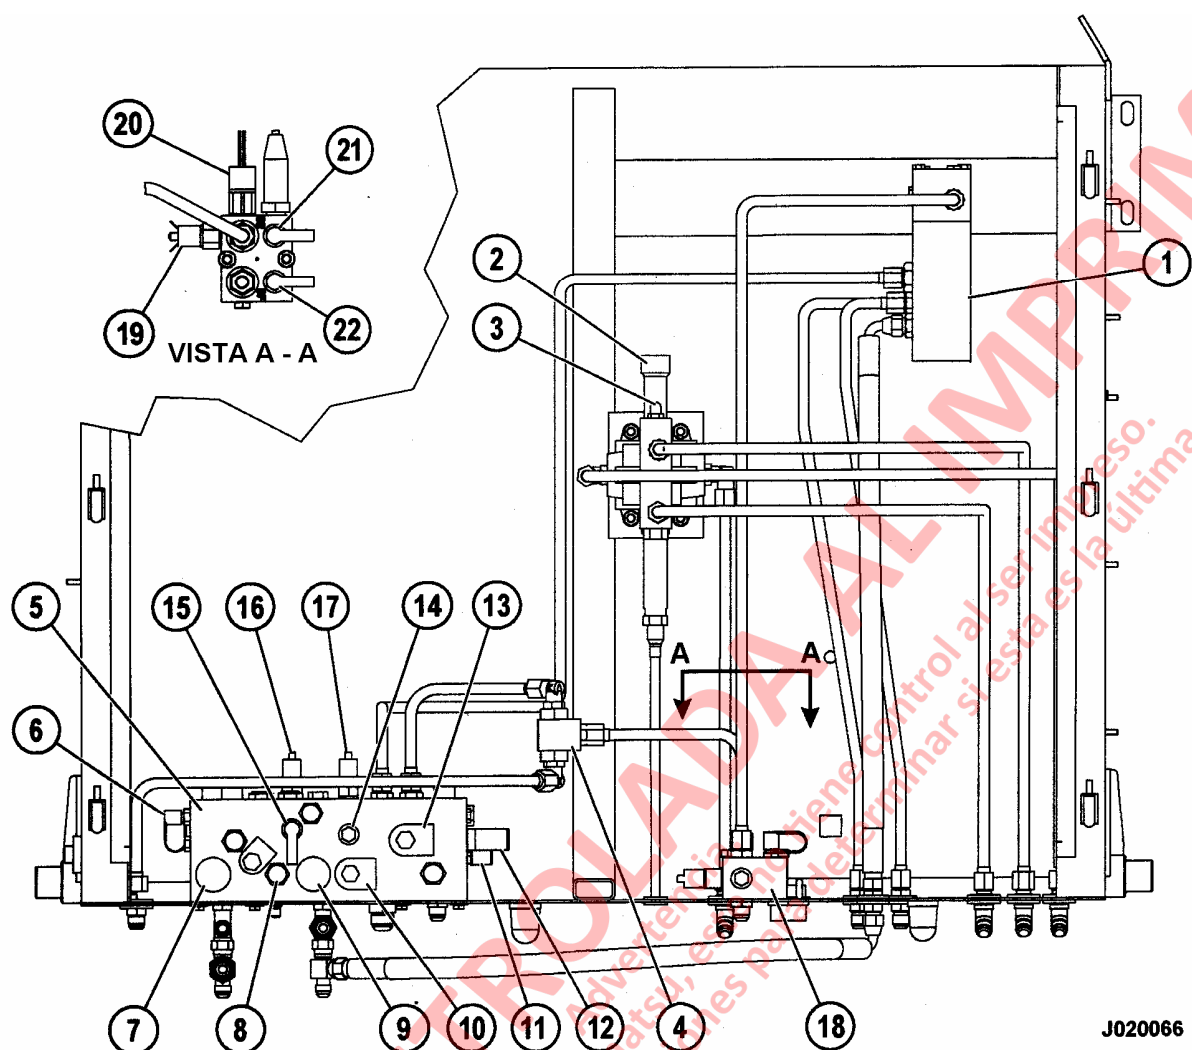

FIGURA 2-1. GABINETE DEL FRENO HIDRAULICO
El sistema de frenos consta de varios componentes de válvulas principales; la válvula de pedal del circuito dual operada con el pie, las válvulas de relé duales operadas hidráulicamente, el múltiple de freno y dos acumuladores. La válvula de pedal de circuito dual es el único componente que se encuentra en la cabina del operador. La válvula de relé dual para los frenos delanteros, múltiple de frenos y componentes eléctricos se encuentran en el gabinete de freno hidráulico detrás de la cabina ( Ver Figura 2-1).
El solenoide del freno de estacionamiento (10, Figura 2-1) está desenergizado. La presión de aceite de las líneas del freno de estacionamiento vuelve al estanque y los resortes del freno de estacionamiento aplicarán el freno. El interruptor de presión del freno de estacionamiento (17) se cerrará, completando el paso a tierra y encendiendo la luz de freno de estacionamiento en el panel superior.
El solenoide del freno de estacionamiento (10, Figura 2-1) está energizado. El flujo de aceite se dirige desde el solenoide del freno de estacionamiento a los pistones del freno de estacionamiento para ser liberado. El circuito del freno de estacionamiento está protegido contra una aplicación accidental por medio del monitoreo de un sensor de velocidad en el motor de la rueda, para determinar la velocidad del camión. El freno de estacionamiento no se aplicará hasta que el camión se haya virtualmente detenido. Esto elimina el daño al freno de estacionamiento y con esto se extienden los intervalos de ajuste del freno.
La función principal del bloqueo de frenos es proporcionar un medio al operador para sostener el vehículo mientras está cargando o descargando. **El bloqueo de frenos sólo se aplica en los frenos de servicio traseros.** También podría proporcionar un segundo medio para detener el camión en caso que falle la válvula de frenos. Activando el interruptor de bloqueo de frenos de las ruedas montado en el panel, la válvula de solenoide de bloqueo de frenos (13, Figura 2-1) y la válvula reductora de presión (12) aplicarán aceite a presión sin modulación a 13800 kPa (2000 psi) para accionar completamente los frenos traseros. Una válvula de lanzadera (4) ubicada en la línea del freno trasero proporciona la independencia de la válvula de pedal de freno para aplicar el freno.
El circuito de advertencia del freno está equipado con una luz de advertencia de baja presión de freno en el panel superior y una alarma sonora en la cabina para alertar al operador sobre las bajas presiones de freno. Se utilizan varios sensores eléctricos, un relé y un temporizador de retardo para detectar problemas en el sistema de frenos. Ver Figura 2-1 para referencia de los siguientes componentes.